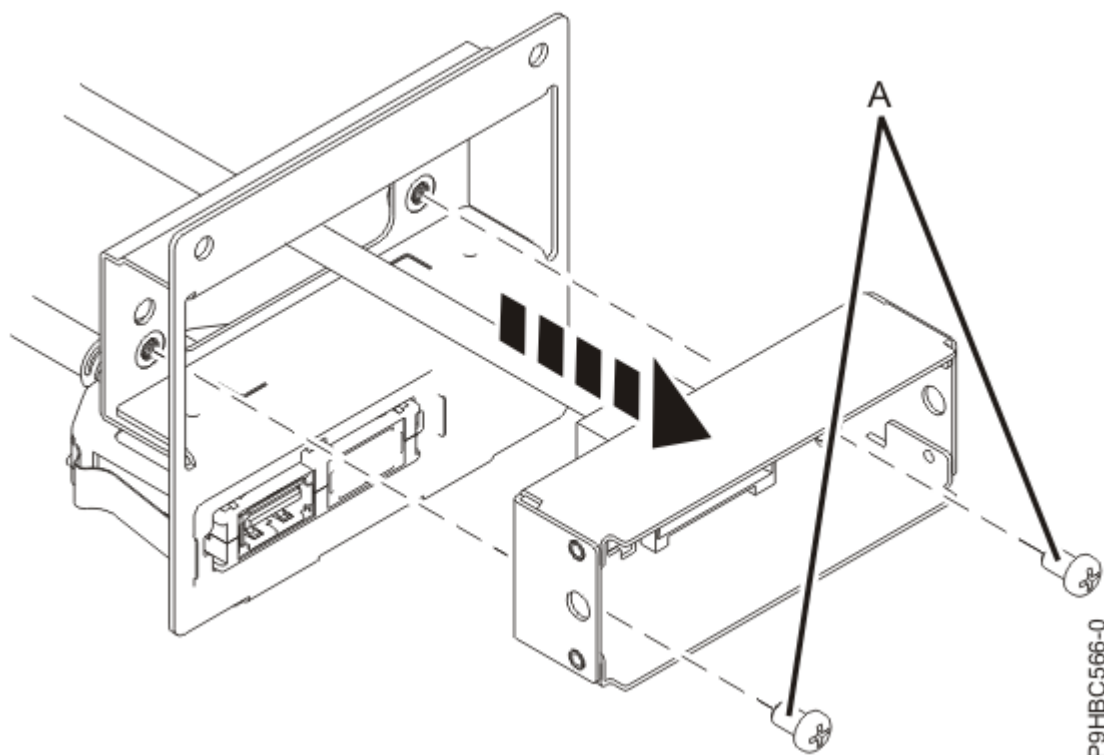

Figure 116. Retrait du câble d'écran du panneau de commande du boîtier pour un système monté en armoire
10. Pour le système monté en armoire, retirez le câble d'écran du panneau de commande du boîtier à l'aide des deux vis **(A)**, comme indiqué dans la Figure 116, à la page 123.